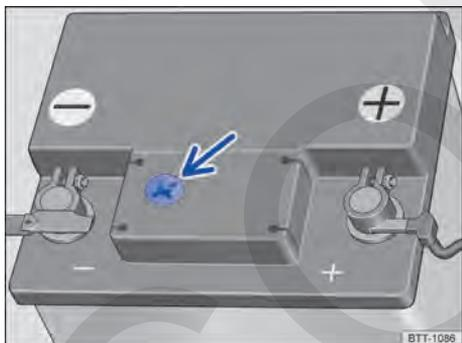

Fig. 239 Mirilla en la parte superior de la batería de 12 voltios (representación esquemática).
- Procure disponer de buena iluminación para poder distinguir bien el indicador de color en la mirilla redonda de la parte superior de la batería de 12 voltios → fig. 239 (flecha). No utilice nunca una llama desprotegida u objetos incandescentes para alumbrarse.